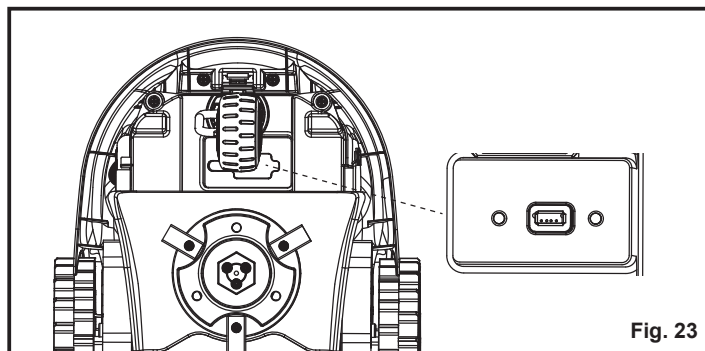

Fig. 23
3. Voltee la podadora boca abajo. Use guantes protectores y abra la tapa de goma del puerto USB para revelar el puerto USB (Fig. 23).